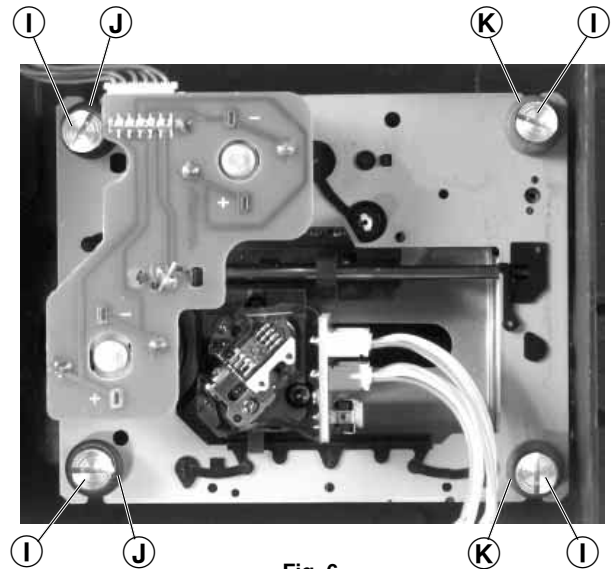

Fig. 6
- 4 Schrauben **I** herausdrehen (Fig. 6).
Achten Sie dabei auf die Puffer (Fig. 6) **J** (schwarz) und **K** (blau). Diese Puffer haben einen unterschiedlichen Auflagedruck (schwarz = stärker, blau = schwächer).
- Undo 4 screws **I** (Fig. 6).
- Take care of the buffers **J** (black) and **K** (blue) Fig. 6. The buffer pressure is different (black = stronger, blue = weaker).